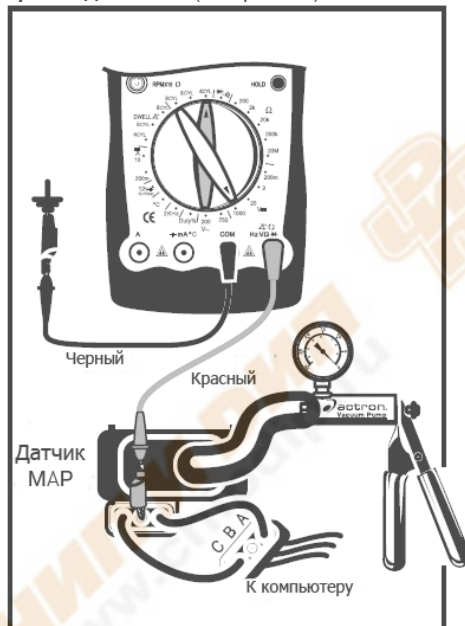

Рис. 22
- (1) Аналогично описанию измерения сопротивлений.
- (2) Подключите красный и черный тестовые щупы мультиметра соответственно к сигнальной клемме и клемме заземления. Обратитесь к различным автомобильным сервисным руководствам для определения положения и сопротивления тестируемых датчиков.
4. Датчик абсолютного давления в коллекторе (MAP) и атмосферного давления (См. рис. 22)
- (1) Подключите датчик расхода воздуха (выдающий постоянное напряжение), как описано в методике измерения постоянного напряжения, и установите поворотный переключатель в положение **20VDC**.
- (2) Подключите датчик расхода воздуха частотного типа, как указано в методике измерения частоты вращения, и выберите количество цилиндров в двигателе автомобиля.
- (3) Для примера возьмем 4 цилиндра. Подключите черный тестовый щуп мультиметра к клемме заземления, а красный тестовый щуп как показано на рис. 22.
- (4) Поверните ключ зажигания, но не запускайте двигатель.
- (5) Отображаемые значения: